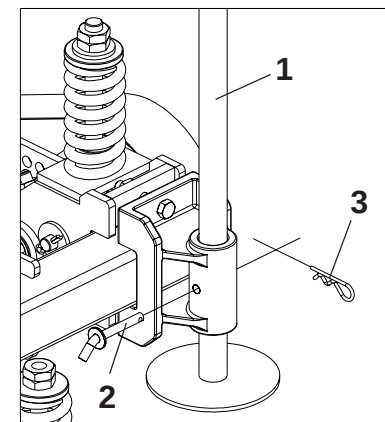

FIGURA 03
**TRABALHO / TRANSPORTE (FIGURA 03)**
- 1 - Recolha o suporte de apoio (1) e fixe com pino (2) e trava (3). Com a semeadora abaixada, verifique se está nivelada em relação ao solo, caso contrário, proceda conforme página a seguir.